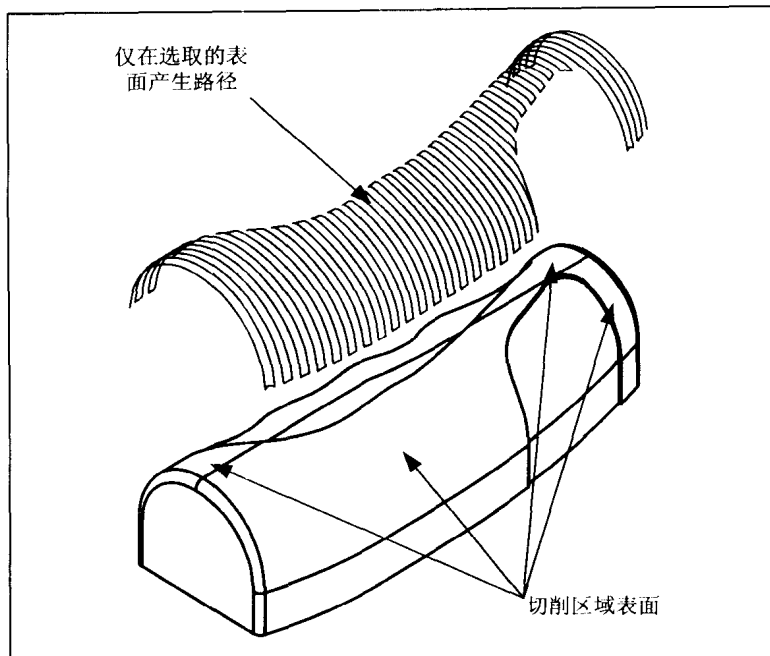

图 1-13 切削区域几何体
- 5) 切削区域(Cut Area)几何体: 切削区域几何体是指刀位轨迹产生在此选项选取的表面区域上, 而非选取的整个零件(Part)表面。通常用于加工零件上的某个局部区域的切削, 如图 1-13 所示。